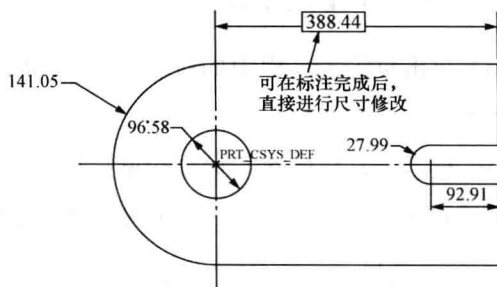

图 1-23 尺寸标注
8) 单击草绘工具栏中的“尺寸标注”按钮，在绘图区单击圆弧，在圆弧一侧空白区单击鼠标中键，完成圆弧的尺寸标注；双击圆，在空白区单击鼠标中键，完成圆的尺寸标注；单击直线，在空白区单击鼠标中键，完成直线的尺寸标注。整个草图的尺寸标注如图 1-23 所示。